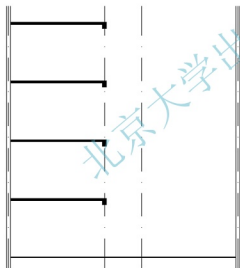

图 4.93 阵列生成楼板和屋面板
(5) 阵列生成三、四层楼板和屋面板, 参数设定为 4 行、1 列、行偏移 3300, 结果如图 4.93 所示。